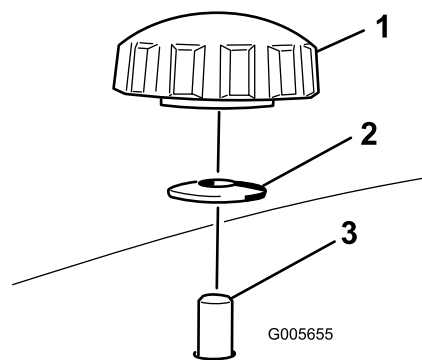
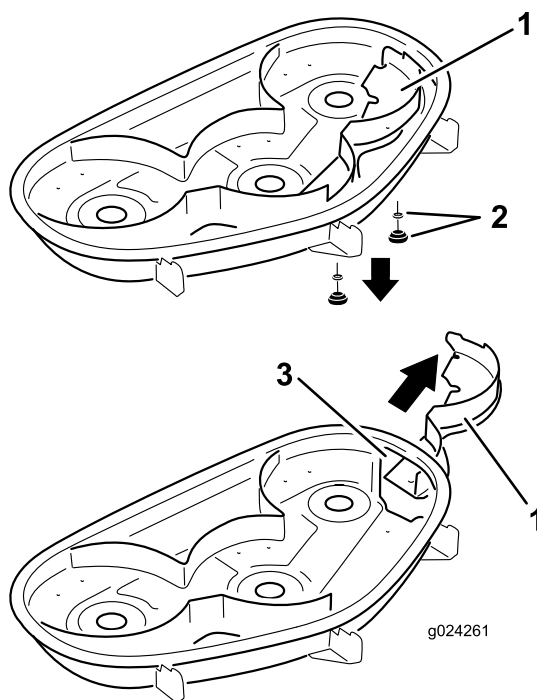

Figura 16
Figura 17
- Retire los 2 pomos y las arandelas curvas que sujetan el deflector derecho al cortacésped (Figura 16).
- Retire el deflector derecho y baje el deflector de hierba sobre el orificio de descarga, según se muestra en Figura 16 y Figura 17.
5. Coloque el deflector derecho debajo de la carcasa de corte y fíjelo usando 2 pomos y las arandelas curvas (cara ahuecada hacia el cortacésped) según se muestra en Figura 16 y Figura 17.